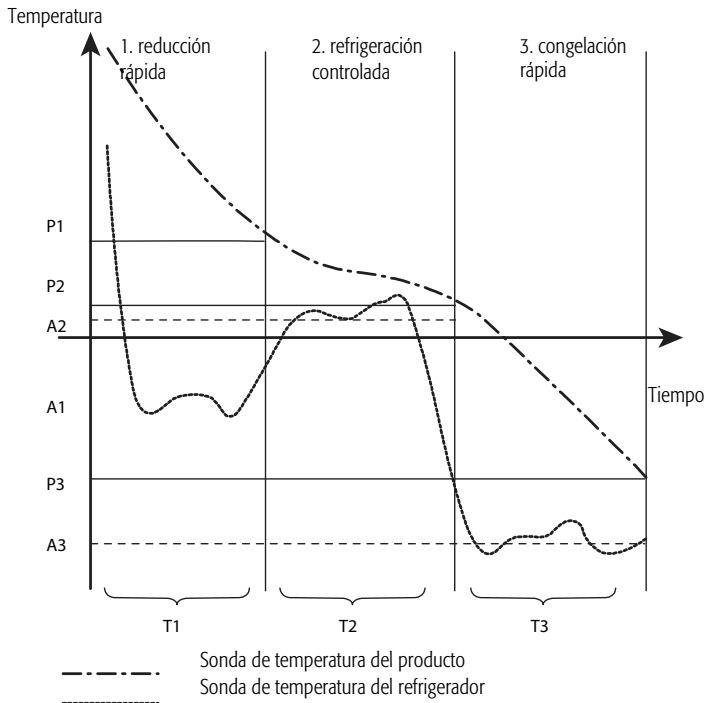

Fig. 4.2 Ciclo completo.
- Punto de consigna de la termoregulación del refrigerador A1, A2, A3 en la fig. 4.2
- Punto de consigna de la temperatura del producto para la fase final (ciclo por temperatura) P1, P2, P3 en la fig. 4.2.